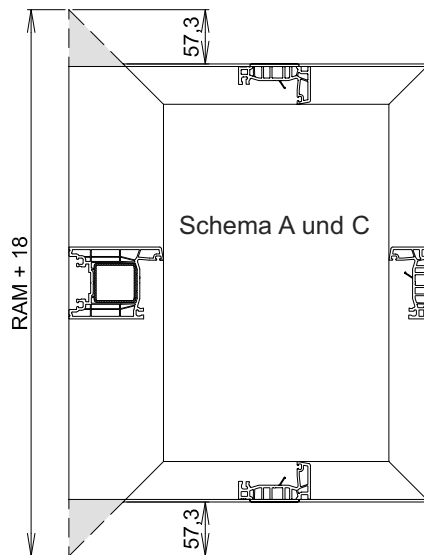
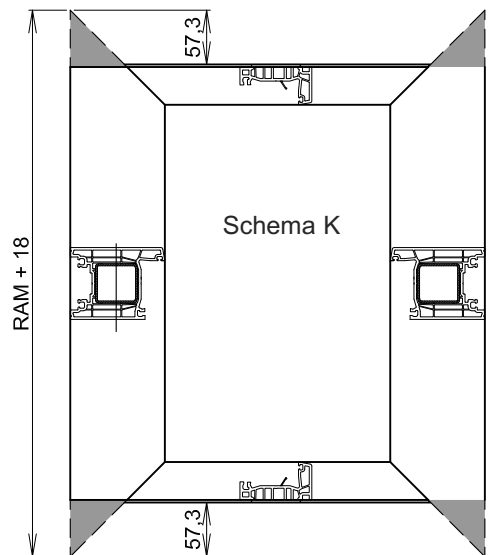

Abb. 4
Abb. 5
- Schweißen des Flügels 76269 an das Flügelprofil 76268 (Abb. 4). Bei K beidseitig (Abb. 5).
- Befräsen Sie 76269 konturmäßig passend zu 76268. Bei K beidseitig (Abb. 4)